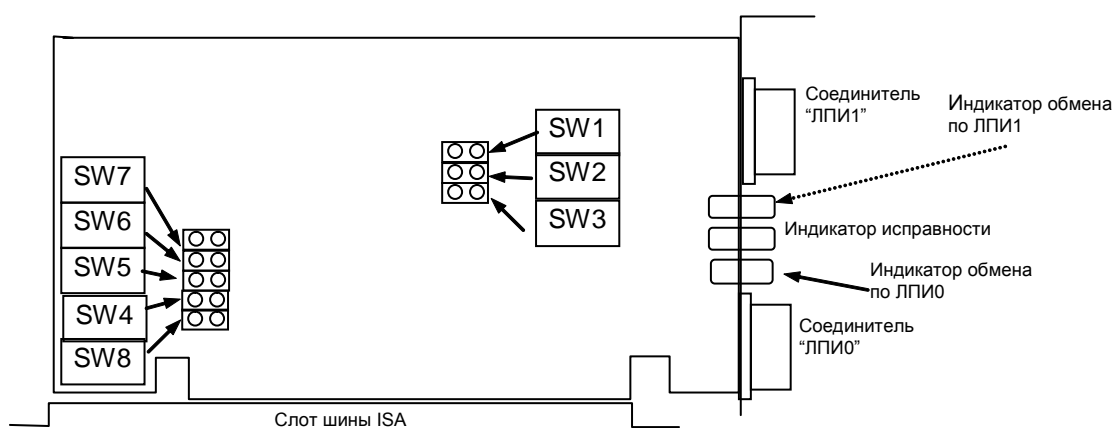

Рисунок 2. Внешний вид и способ установки УСМК 8
- 3) установить устройство в свободный слот ISA компьютера в соответствии с ЭД на компьютер (Рисунок 2);